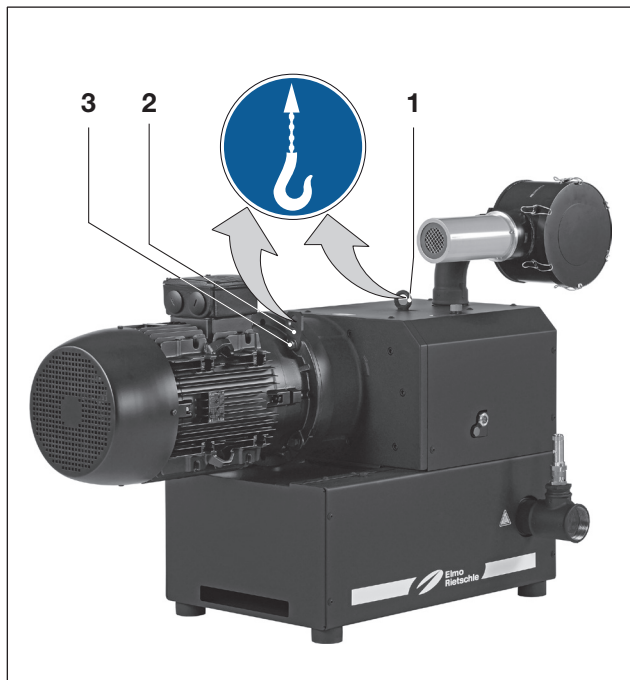

Fig. 1 Elevação e transporte
- a) Apertar o parafuso com olhal (Fig. 1/1) e o parafuso de fixação (Fig. 1/3) na cobrejunta de transporte (Fig. 1/2).